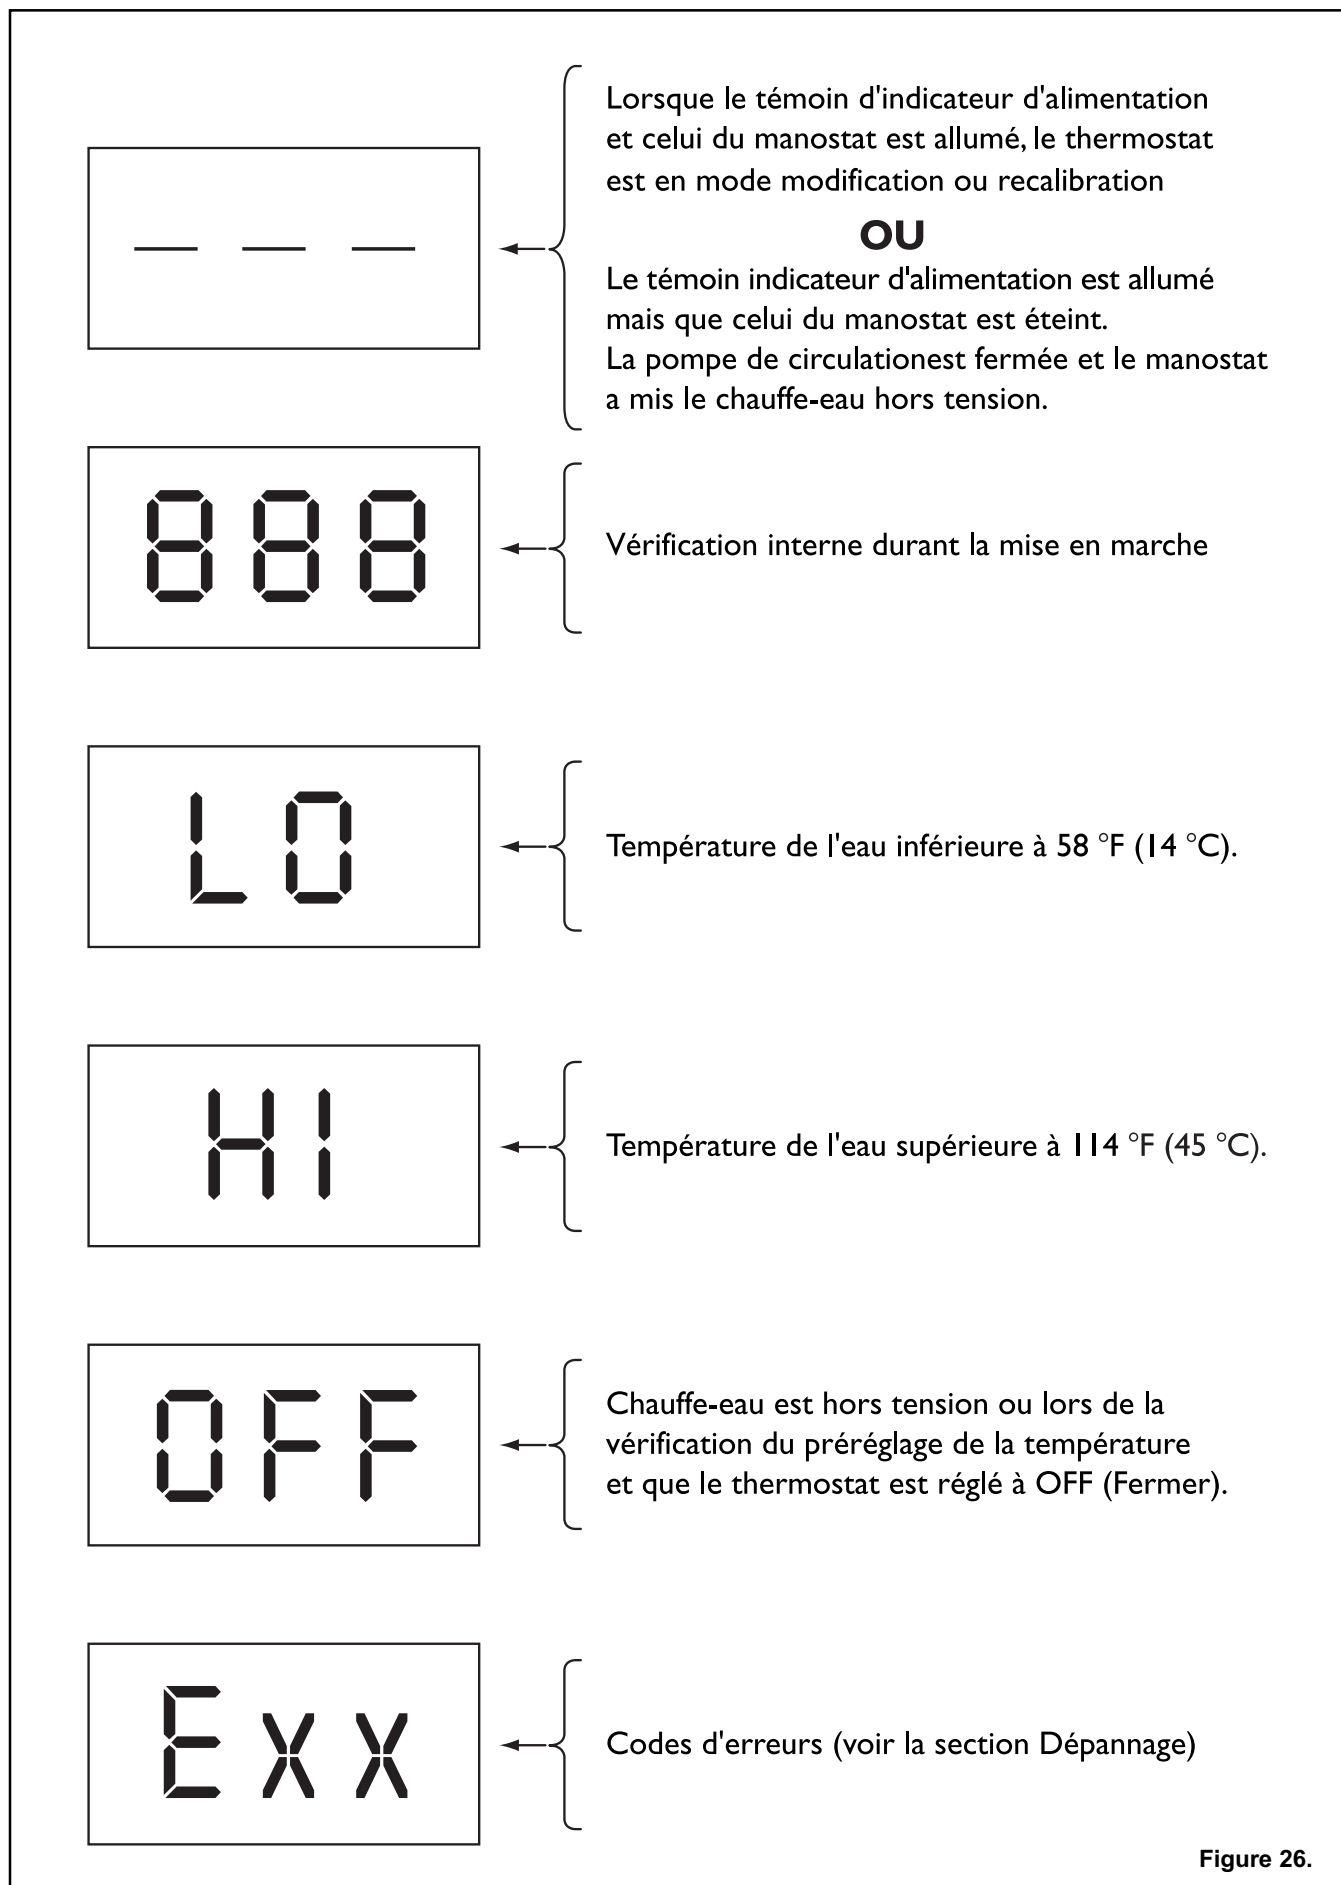

Figure 26.
Le chauffe-eau MiniMax NT est livré avec les réglages d'usine pour piscine à 78 °F (25 °C), pour spa à 100 °F (37 °C) et en mode arrêt (OFF). Lorsque l'appareil est mis sous tension, le thermostat procède à une vérification interne de ses circuits. Durant cette vérification, l'écran affiche « 888 » en premier, ensuite « --- ». Ce processus dure environ dix (10) secondes. Les témoins DEL « Power » et « Off » s'allument, voir la figure 26.
L'écran d'affichage du thermostat à affichage numérique possède trois témoins DEL avec un point décimal entre le premier caractère et le second. Cet écran indique également les codes d'erreur dans le cas de défaillance du système de contrôle du chauffe-eau ou d'une défaillance du thermostat. L'écran affiche la température actuelle ou une valeur de réglage ou OFF, tel que sélectionné par l'utilisateur. Lorsque le thermostat détecte une erreur, l'écran affiche « Exx », voir la **figure 26**, où « Exx » est le code d'erreur d'une défaillance du thermostat, voir la Tableau 13. Les codes de 1 à 9 indiquent une erreur qui entraîne le verrouillage temporaire du système, ce qui signifie qu'une fois que les erreurs sont corrigées, le chauffe-eau redémarre et reprend son fonctionnement normal. Le code « ERR » indique une erreur qui entraîne le verrouillage intégral du système, ce qui signifie qu'une fois que les erreurs sont corrigées, vous devez réinitialiser le chauffe-eau à l'aide de l'interrupteur qui se trouve à l'intérieur du caisson du chauffe-eau, à droite, sur le bas de la boîte de jonction électrique afin qu'il redémarre et reprenne son fonctionnement normal.